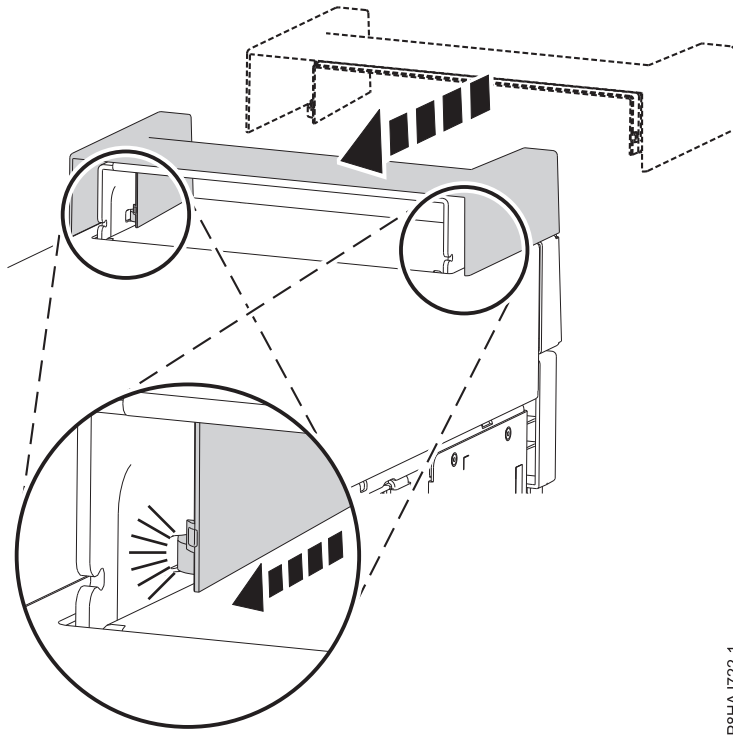

Abbildung 31. Befestigen der Griffabdeckung bei einem Standalone-System vom Typ 8286-41A
1. Befestigen Sie die Griffabdeckung an der internen RDX-Andockstation (FC EUA3), indem Sie sie in Richtung der Rückseite des Systems schieben. Siehe Abb. 31.